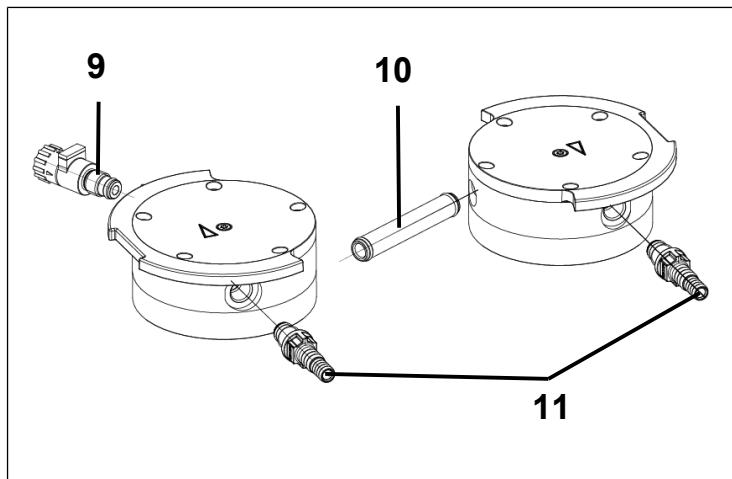

Fig. 10: Sostituzione degli O-ring
2. Estrarre il tubo di allacciamento (**10**/Fig. 10) dal coperchio testa (**3**).
3. Sostituire i due O-ring del tubo di allacciamento (**10**/Fig. 10).
6. Svitare la valvola gas ballast (**9**/Fig. 10) dal coperchio testa (**3**).
7. Sostituire l'O-ring della valvola gas ballast (**9**/Fig. 10).
8. Avvitare a fondo la valvola gas ballast (**9**/Fig. 10) nel relativo coperchio testa (**3**). Successivamente, svitarla di nuovo, fino a quando la superficie sia orientata verso l'alto.
9. Svitare i raccordi tubi flessibili (**11**/Fig. 10) dal coperchio testa con l'attrezzo in dotazione (**3**).
10. Sostituire gli O-ring dei raccordi tubi flessibili (**11**/Fig. 10).
11. Avvitare manualmente i raccordi tubi flessibili (**11**/Fig. 10) nel coperchio testa con l'attrezzo in dotazione (**3**).
1. Prelevare il coperchio testa (3) dalla piastra intermedia (6).
2. Prelevare le precedenti piastre portavalvola/guarnizioni (4).
3. Pulire con cautela la piastra intermedia (6) (qualora siano presenti depositi).
4. Introdurre le nuove piastre portavalvola/guarnizioni (4) nelle apposite sedi della piastra intermedia (6).
6. Una volta sostituite la membrana (7) e le piastre portavalvola/le guarnizioni (4), smaltirle correttamente.
7. Innestare il tubo di allacciamento (10/Fig. 10) nel coperchio testa (3).